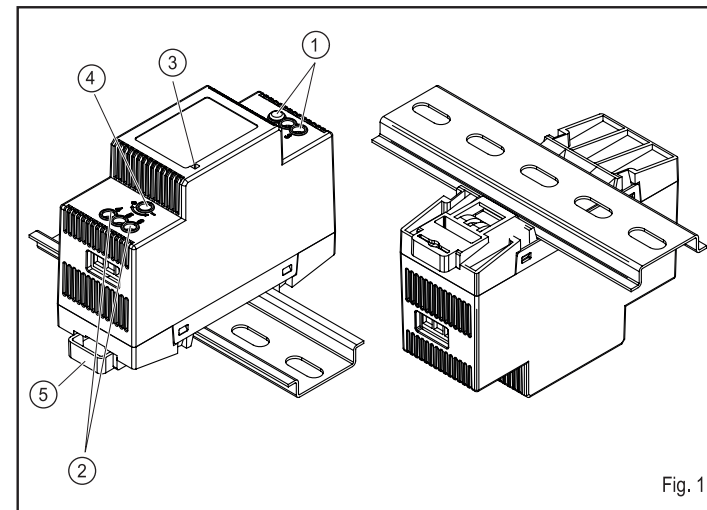

Fig. 1
**2. Installation Fig. 1, 2**
- ① AC Input
- ② DC Output
- ③ LED DC OK
- ④ Potentiometer 22-28 V DC
- ⑤ Universal snap-on foot for EN DIN rails.
**2. Installation Fig. 1,2**
- ① Entrée Secteur AC
- ② Sorties alimentation DC
- ④ Potentiomètre 22-28 V DC
- ⑤ Fixation pour Rail DIN.
### 4. Input ①, Fig. 1
### 4. Entrée ①, Fig. 1